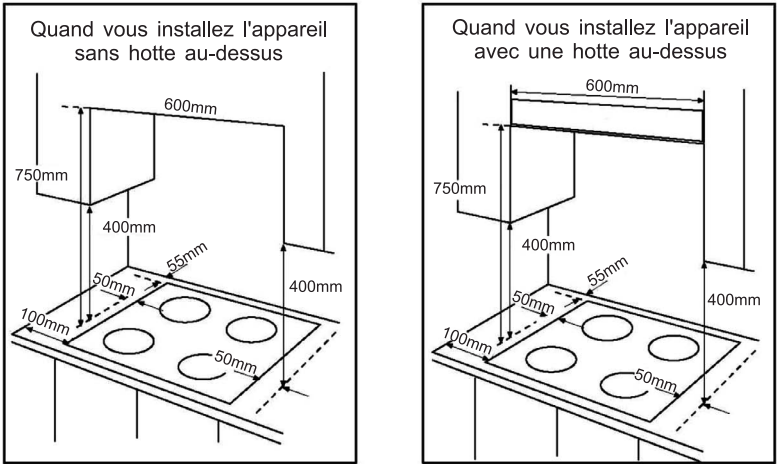

FIG.6
- Une distance minimale de (voir fig. 6) :**